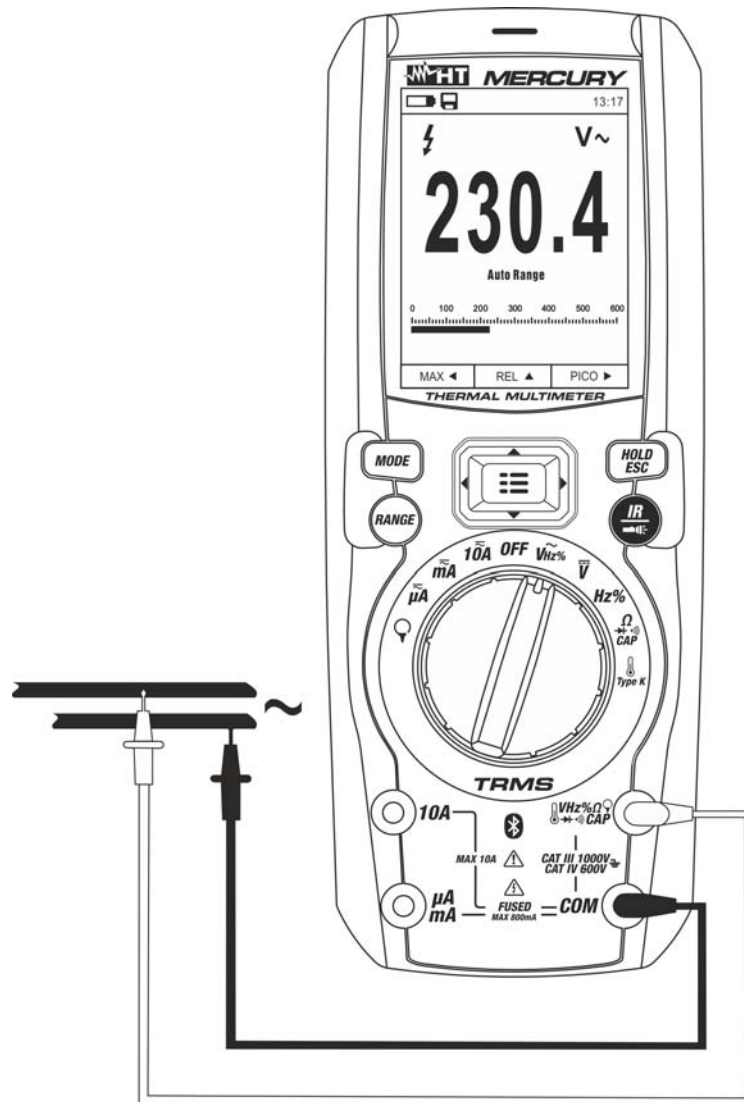

Fig. 22: Uso del instrumento para medida de Tensión CA
3. Posicione la punta roja y la punta negra respectivamente en los puntos del circuito en examen (ver Fig. 22). El valor de la tensión se muestra en el visualizador